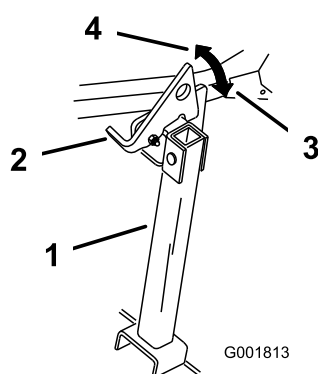

Figure 35
2. Relevez le verrou en position déverrouillée (Figure 35).